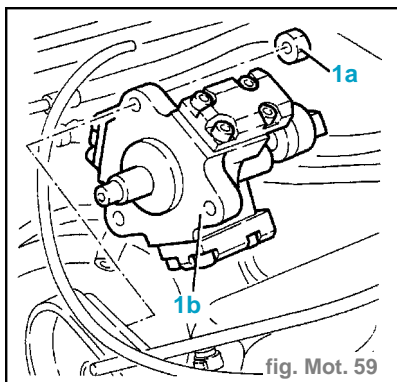

fig. Mot. 59
- Dévisser les écrous (1a) et enlever la pompe de pression (1b). (fig.Mot. 59)